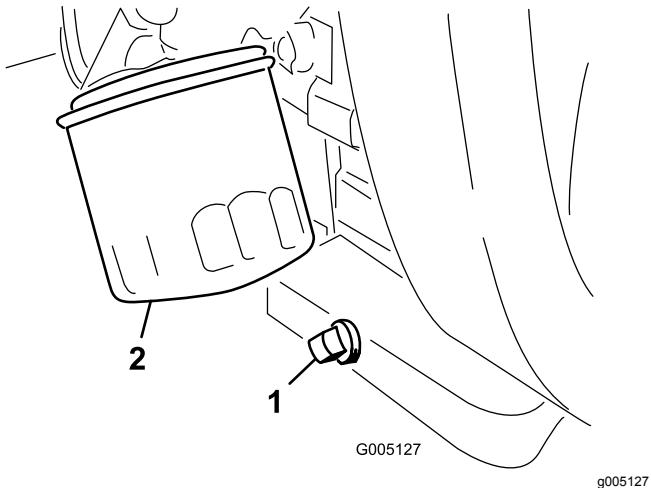

Figura 34
- Retire o tampão de escoamento (Figura 34) e deixe o óleo escorrer para um recipiente adequado.
2. Limpe os roscados do tampão de escoamento, aplique vedante PTFE e coloque o tampão de escoamento (Figura 34).
3. Retire o filtro do óleo (Figura 34).